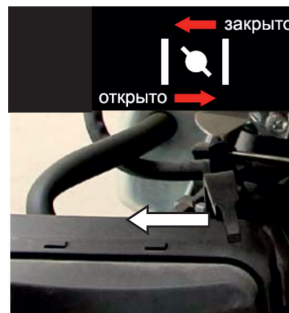

Рис. 11
- При запуске холодного двигателя рычаг привода воздушной заслонки переведите в положение «Закрыто» (рис. 11);